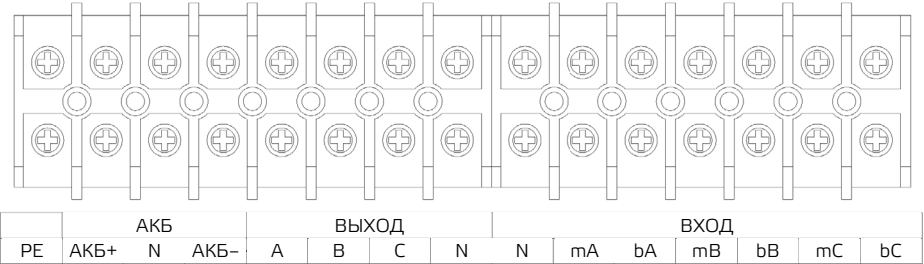

Рис. 3–4 (а) Клеммы подключения в моделях 10–20 кВА
- Снимите крышку клемм. Входные и выходные клеммы, клеммы батареи и клемма защитного заземления показаны на рис. 3–4 и рис. 3–5.